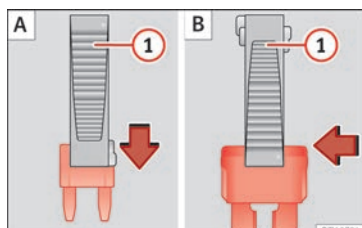

Fig. 63 Retirer ou placer un fusible.
- *Petits fusibles* : encastrez la pince depuis le haut » fig. 63 A.
- *Grands fusibles* : déplacez la pince latéralement sur le fusible » fig. 63 B.